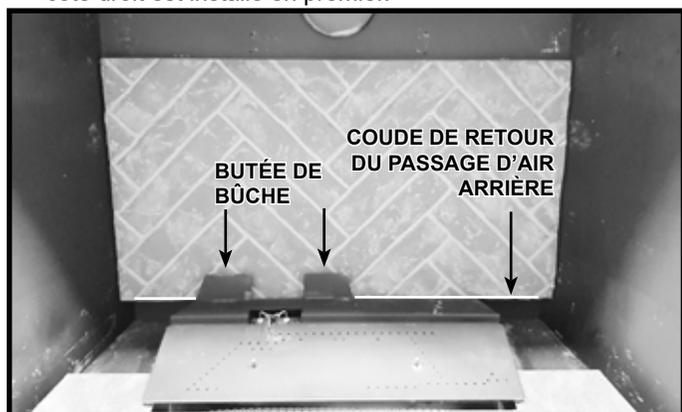

Figure 11.1 Installation du panneau réfractaire arrière
1. Repérez le panneau réfractaire arrière et tournez-le de manière à ce que les lignes de jointoiment s'alignent sur les lignes de jointoiment des panneaux latéraux une fois installés. Installez le panneau réfractaire arrière comme indiqué à la figure 11.1. Placez-le avec précaution sur le coude de retour du passage d'air arrière, derrière la butée de la bûche.